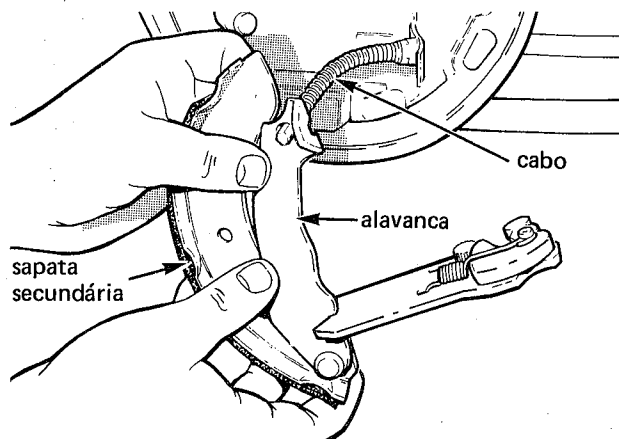

fig. 28
11. Desligar o cabo do freio de estacionamento (fig. 28)